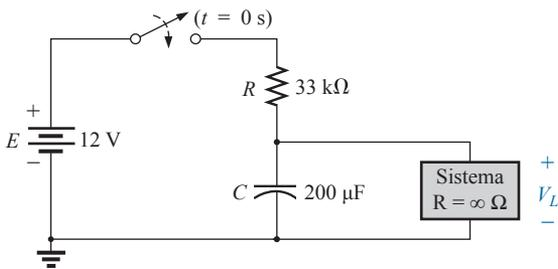

Figura 10.105 Problema 34.
34. Para o circuito do automóvel da Figura 10.105, V_L tem de ser 8 V antes de o sistema ser ativado. Se a chave é fechada em $t = 0$ s, quanto tempo levará para o sistema ser ativado?